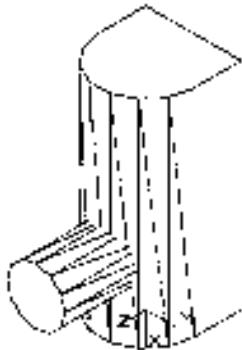

图 10-129 创建圆柱体
3) 单击“建模”工具栏中的“圆柱体”按钮 ，以坐标点（-35,0,0）为圆点，绘制半径为“15”，高为“58”的圆柱体。结果如图 10-129 所示。